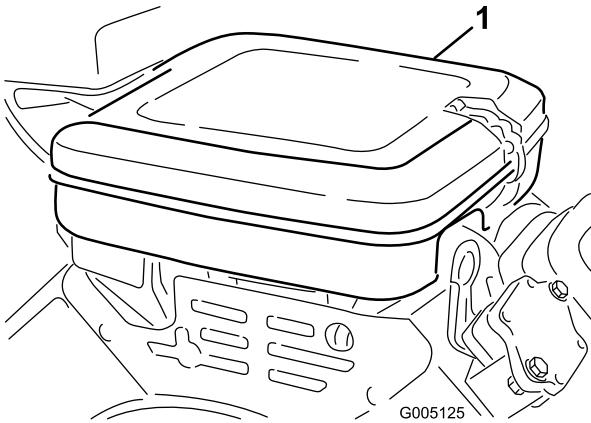

Figura 47
- Rilasciate i fermagli di bloccaggio e rimuovete il coperchio del filtro dell'aria (Figura 47). Pulite accuratamente il coperchio.